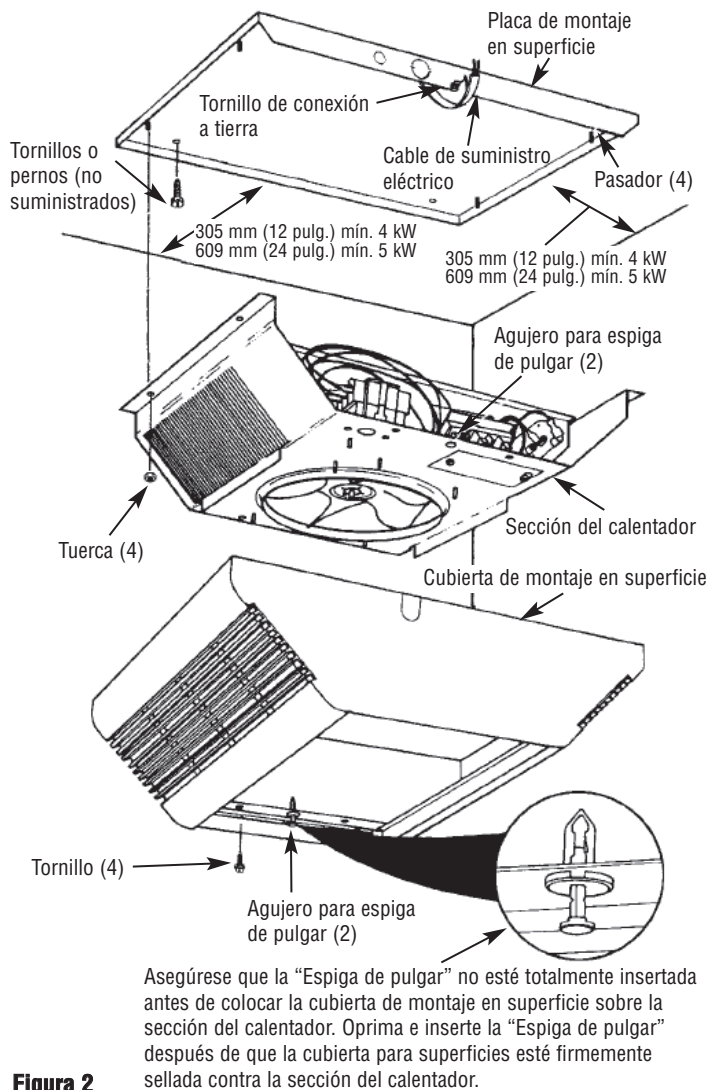

Figura 2
LA ENVOLTURA PARA SUPERFICIE SE PUEDE CAER SI NO SE INSTALAN LOS CUATRO TORNILLOS (VEA LA FIGURA 2).
14. Instale y apriete firmemente cuatro tornillos (suministrados) para fijar la cubierta de montaje en superficie en la sección del calentador (Figura 2).